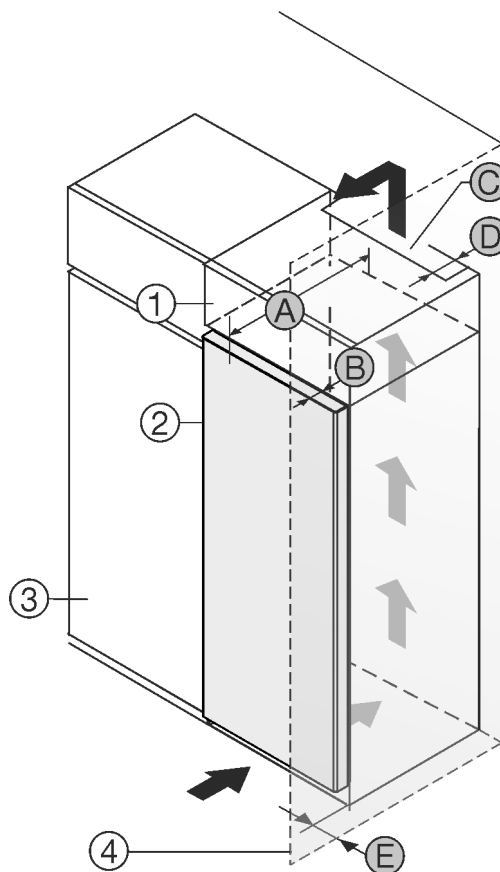

Fig. 1
- (1) Överskåp *
- (2) Apparät *
- (3) Köksskåp *
- (4) Vägg *
- (A) Apparats djup *
- (B) Dörrens djup *
- (C) Ventilationsarea *
- (D) Avstånd, skåpets baksida *
- (E) Avstånd, skåpets sida *
Du kan ställa apparaten direkt bredvid köksskåpet Fig. 1 (3).*
Bakom överskåpet måste det finnas en luftspalt med djupet Fig. 1 (D) längs hela överskåpets bredd.*
Under taket måste angiven ventilationsprofil Fig. 1 (C) följas.*
Om du placerar apparaten med gångjärnen bredvid en vägg Fig. 1 (4) måste avståndet mellan apparaten och väggen vara minst 13 mm.*
Om du placerar apparaten med gångjärnen bredvid en vägg Fig. 1 (4) måste avståndet mellan apparaten och väggen vara minst 20 mm.*
För att dörren ska kunna öppnas helt måste apparaten sticka ut från köksskåpets front med samma mått som dörrens djup Fig. 1 (B). Beroende på köksskåpets Fig. 1 (3) djup och om väggavståndshållare används kan skåpet skjuta ut ännu mer.*